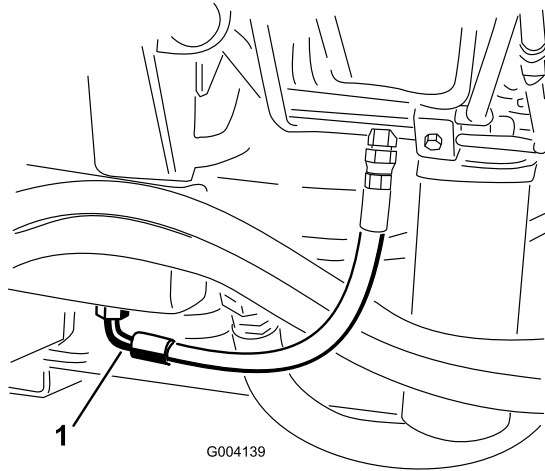

Figura 70
2. Coloque un recipiente grande debajo del acoplamiento situado en la parte inferior del depósito de aceite hidráulico (Figura 70).